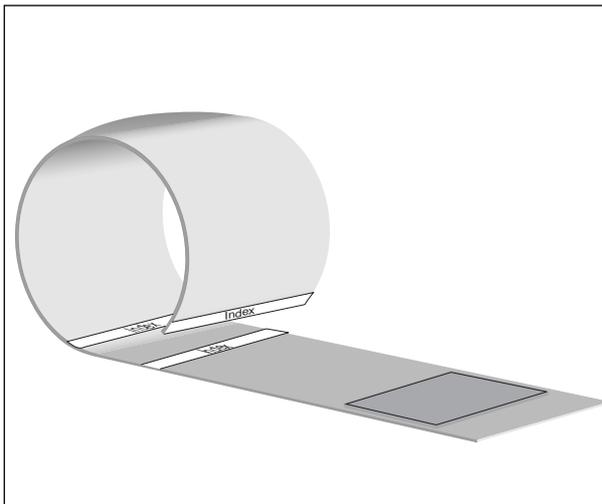

Bild 4-2. Anlegen der Manschette
- beim Schließen sich die weiße Index-Linie am Manschettenende innerhalb der beiden Index-Linien befindet (andernfalls andere Manschettengröße wählen, Bild 4-2),